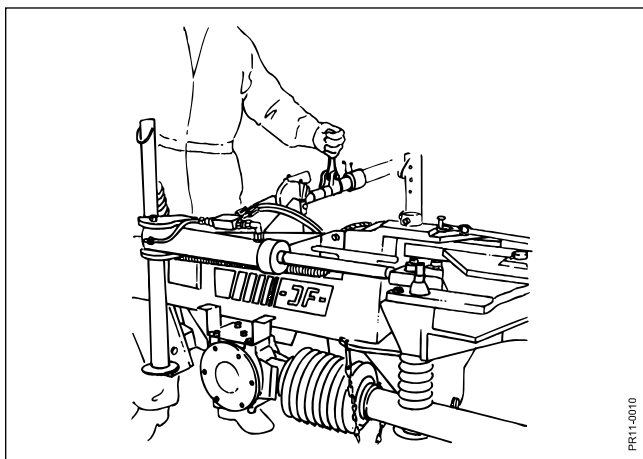

Fig. 3-9
- Fig. 3-9** Régler la hauteur de coupe avec la longueur du troisième point. Un troisième point court procure une faible hauteur de coupe